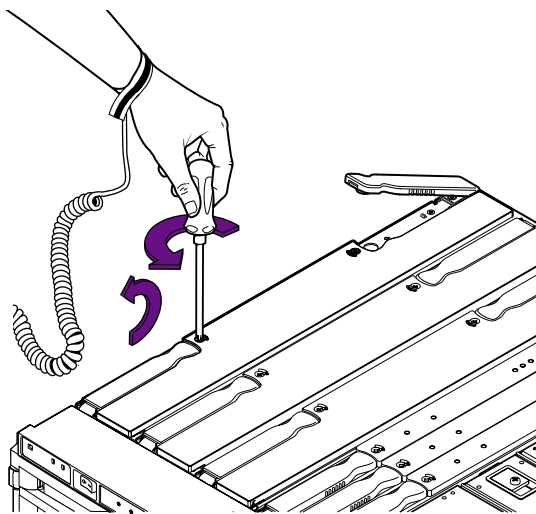

図 15-3 CPU/メモリーボードの取り外しレバーのロック解除
- プラスのねじ回し (Phillips の 2 番) を使用して、CPU/メモリーボードの取り外しレバーのロックを解除します (図 15-3)。